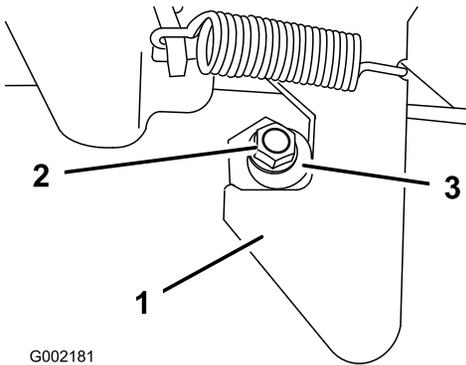

Рисунок 68
1. Ослабьте затяжку контргайки в конце стойки фиксатора (Рисунок 68).
2. Поворачивайте стойку фиксатора по часовой стрелке до тех пор, пока она не будет плотно прижата к крючковой части фиксатора (Рисунок 68).